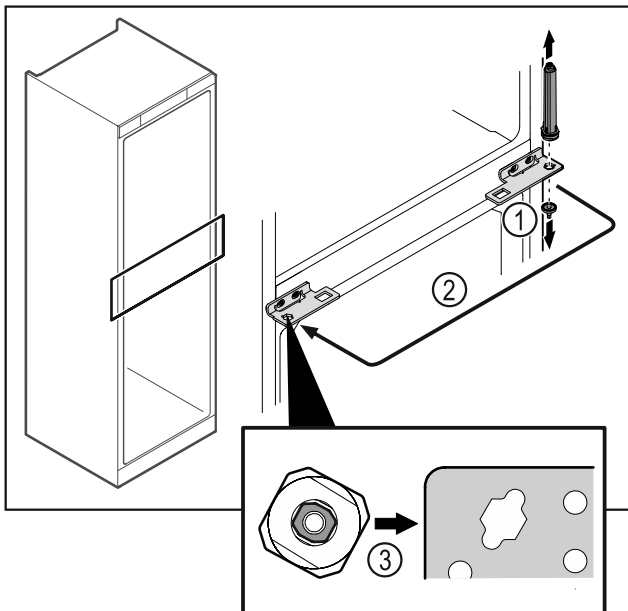

Fig. 44
- ▶ Svitare il perno della cerniera Fig. 44 (1).
- ▶ Spostare il sistema di chiusura della porta Fig. 44 (2).
- ▶ All'atto dell'utilizzo fare attenzione al corretto allineamento del sistema di chiusura della porta Fig. 44 (3).